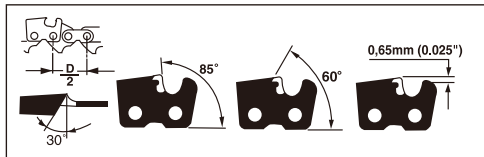
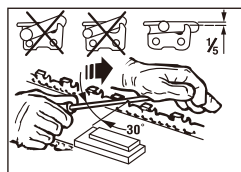

Рисунок 21
Рисунок 22
**ЗАТОЧКА ЦЕПИ** – шаг  $\times$  толщина цепи (рис. 21):  $3/8" \times 0,050"$ , тип: низкопрофильная. Затачивать цепь следует в защитных перчатках с помощью круглого напильника диаметром 4 мм (5/32 дюйма). Всегда затачивайте режущие зубья только движениями наружу (рис. 22), соблюдая размеры, приведенные на рис. 21. После заточки режущие звенья должны иметь одинаковые ширины и длину.